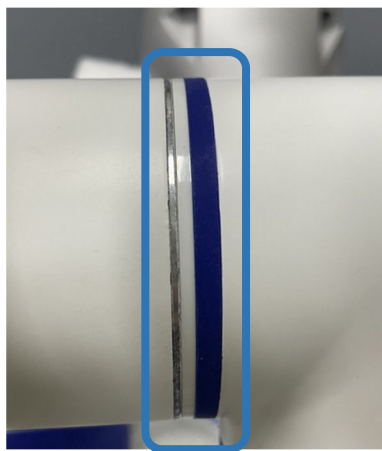

图 3-5 安装支撑环、橡胶环
- 将塑料支撑环放下，并轻轻地将橡胶环叠加在支撑环上。装好后如图 3-5 所示；